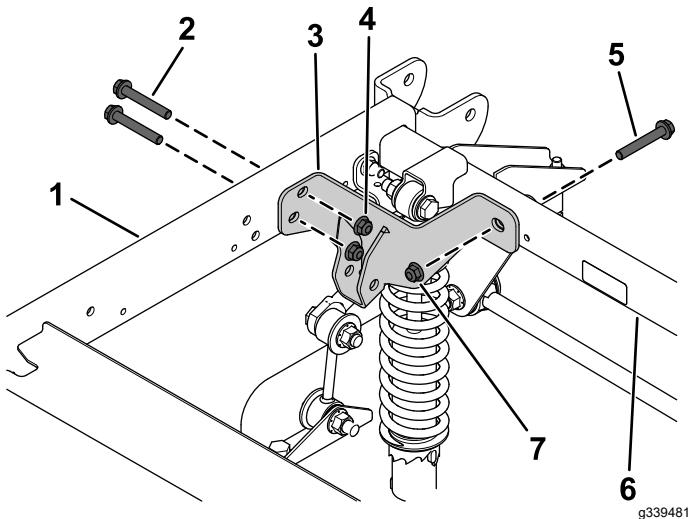

Figura 7
4. Sujete el soporte de elevación a los tubos trasero y derecho del bastidor usando el perno con arandela prensada y la contratuerca que retiró anteriormente, 2 pernos con arandela prensada ($\frac{3}{8}$ " x $2\frac{1}{2}$ ") nuevos y 2 contratuercas ($\frac{3}{8}$ ") nuevas, como se muestra en la Figura 7.